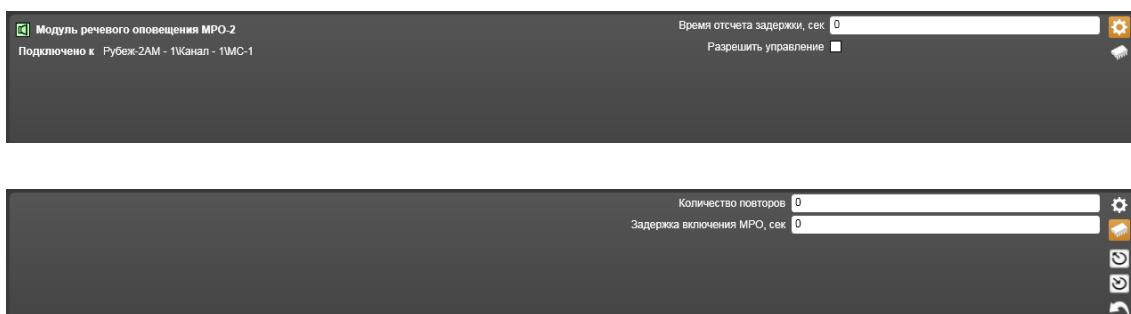

Рисунок 14.3.49 – Свойства Модуля речевого оповещения МРО-2
10) Модуль речевого оповещения МРО-2 (Рисунок 14.3.49).
- ▣ – **Параметры по умолчанию** – значок, при щелчке на котором происходит считывание параметров из памяти компьютера в таблицу параметров текущей закладки (Нижний рисунок 14.3.49).